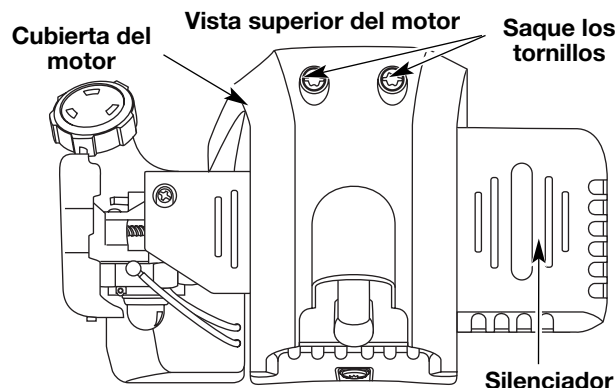

Fig. 35
2. Quite los dos (2) Tornillos de encima de la tapa del motor con un destornillador de pala o Torx #25 (Fig. 35).